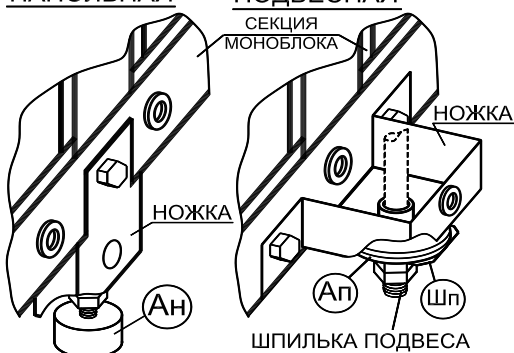

Рисунок 2.5.2
2.1.10. Корпуса секций моноблоков (№ 3.13) типоразмеров с 70-40 по 100-50 имеют дополнительные «ножки»-опоры, установленные посередине (см. рис. 2.5.2). В подвесном исполнении ножка переставляется согласно рисунку на тех же болтах в другие штатные отверстия (усилие затяжки болтов 1,2÷1,5 кгс/м).